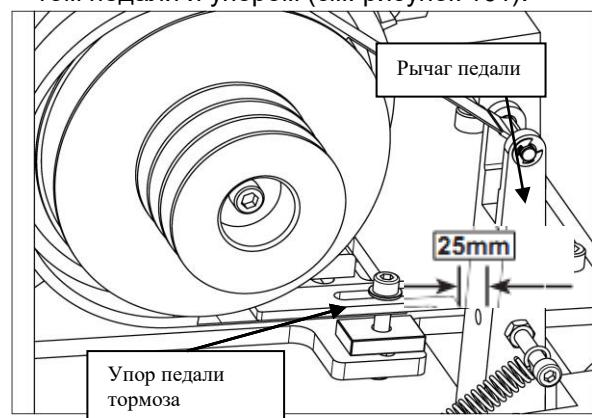

Рис. 101. Регулировка хода педали.
- Снимите педаль тормоза, как на рис. 101.
- Сильно нажмите рычаг педали (Рис. 101) вправо до упора, пока тормозной ремень полностью не зафиксируется вокруг ступицы тормоза.
- Нажмите на упор педали тормоза так, чтобы остался зазор примерно 25-мм между рычагом педали и упором (см. рисунок 101).